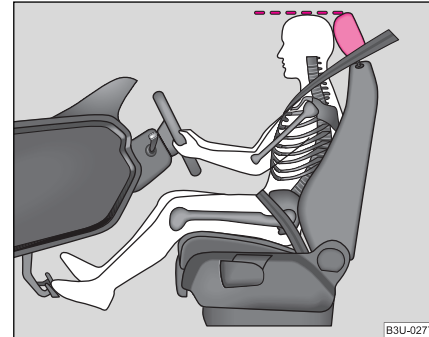

Abb. 99 Die richtige Kopfstützeinstellung des Fahrers
- Stellen Sie die Kopfstütze so ein, dass die Oberkante der Kopfstütze sich möglichst auf einer Höhe mit dem oberen Teil Ihres Kopfes befindet ⇒ **Abb. 99**.
- Stellen Sie die Kopfstütze so ein, dass die Oberkante der Kopfstütze sich möglichst auf einer Höhe mit dem oberen Teil Ihres Kopfes befindet → Seite 121, Abb. 99.
- Stellen Sie die Kopfstützen so ein, dass die Oberkante der Kopfstützen sich möglichst auf einer Höhe mit dem oberen Teil Ihres Kopfes befinden ⇒ Seite 121, Abb. 99.